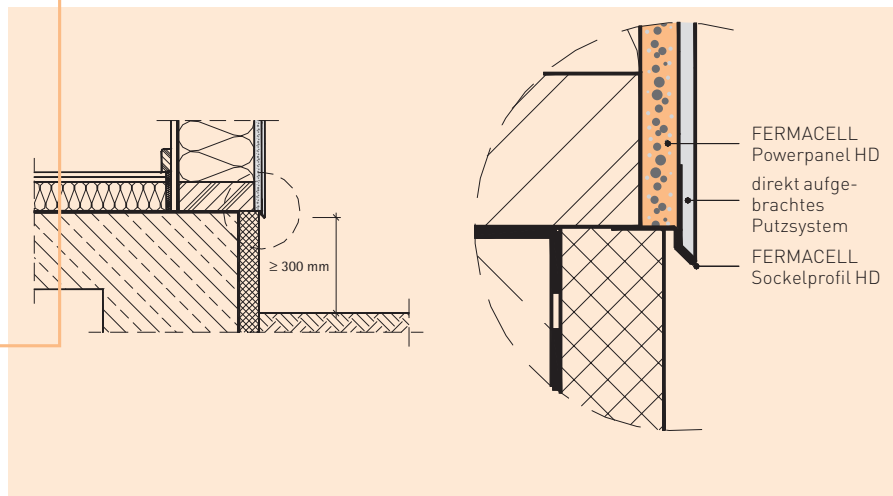

Bild 3.19:
- Armierungsgewebe mit Überlappung von ca. 10 cm eindrücken und mit Glättkelle in das Mörtelbett einstreichen, bis es vollflächig mit Mörtel bedeckt ist (siehe Bild 3.19 und 3.20).